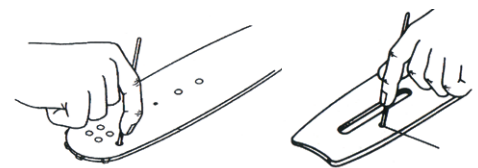

Bild 6
3. Reinigen Sie beide Öllochbohrungen am Anschluss der Schiene und die Schmierlöcher am Umlenkstern (Bild 6).